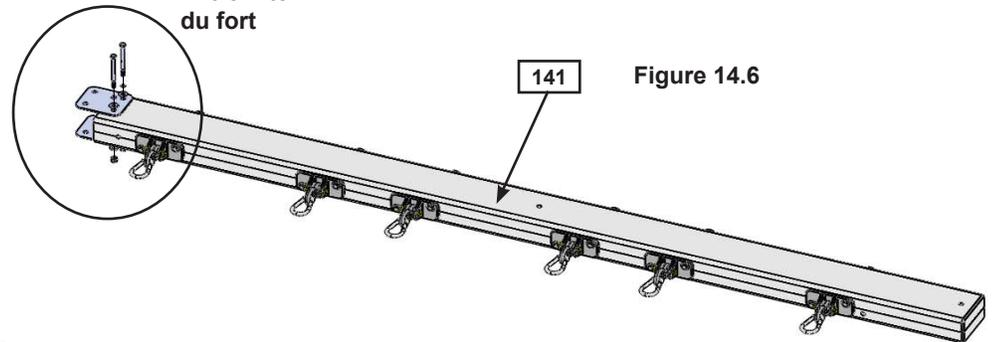

Figure 14.6
E : Sur l'extrémité côté Fort de la Poutre pour balançoire (141), fixez 2 Supports plats épais avec 2 (G21) boulons hexagonaux 5/16 x 3-3/4" (avec 2 rondelles plates et 1 écrou de blocage) (figures 14.6 et 14.7).